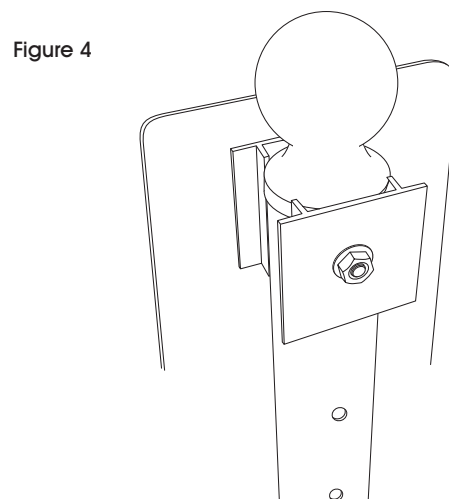

Figure 4
7. Ajoutez la seconde plaque stabilisatrice au bout du boulon et fixez-la sans serrer avec l'écrou à embase. (Voir Figure 4)